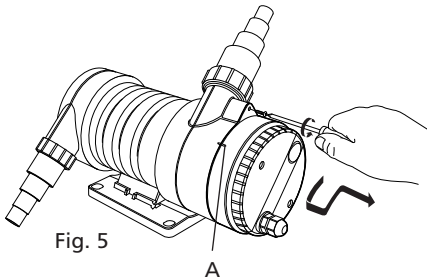

Fig. 5
- i) Wyjąć wkręt mocujący głowicę elektryczną (patrz rys. 5). Przekręcić głowicę w lewo (kierunek przeciwny do ruchu wskazówek zegara), wyciągnąć. A następnie przekręcić w prawo (zgodnie z ruchem wskazówek). Głowicę można wówczas łatwo wyciągnąć z korpusu.
- v) Zmontować głowicę z korpusem. Posługując się znacznikami ustalającymi (patrz rys. 5) docisnąć razem obie części, przekręcając w lewo, aż zaskoczą, po czym przekręcić w prawo. Występ na wkręcie powinien znaleźć się we właściwym miejscu, aby umożliwić zamocowanie wkrętu ustalającego.